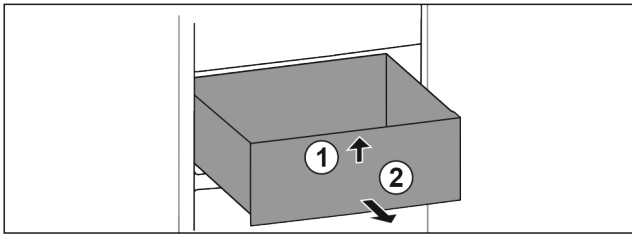

Fig. 27
- ▶ Ridicați sertarul în față. Fig. 27 (1)
- ▶ Extrageți sertarul spre înainte. Fig. 27 (2)